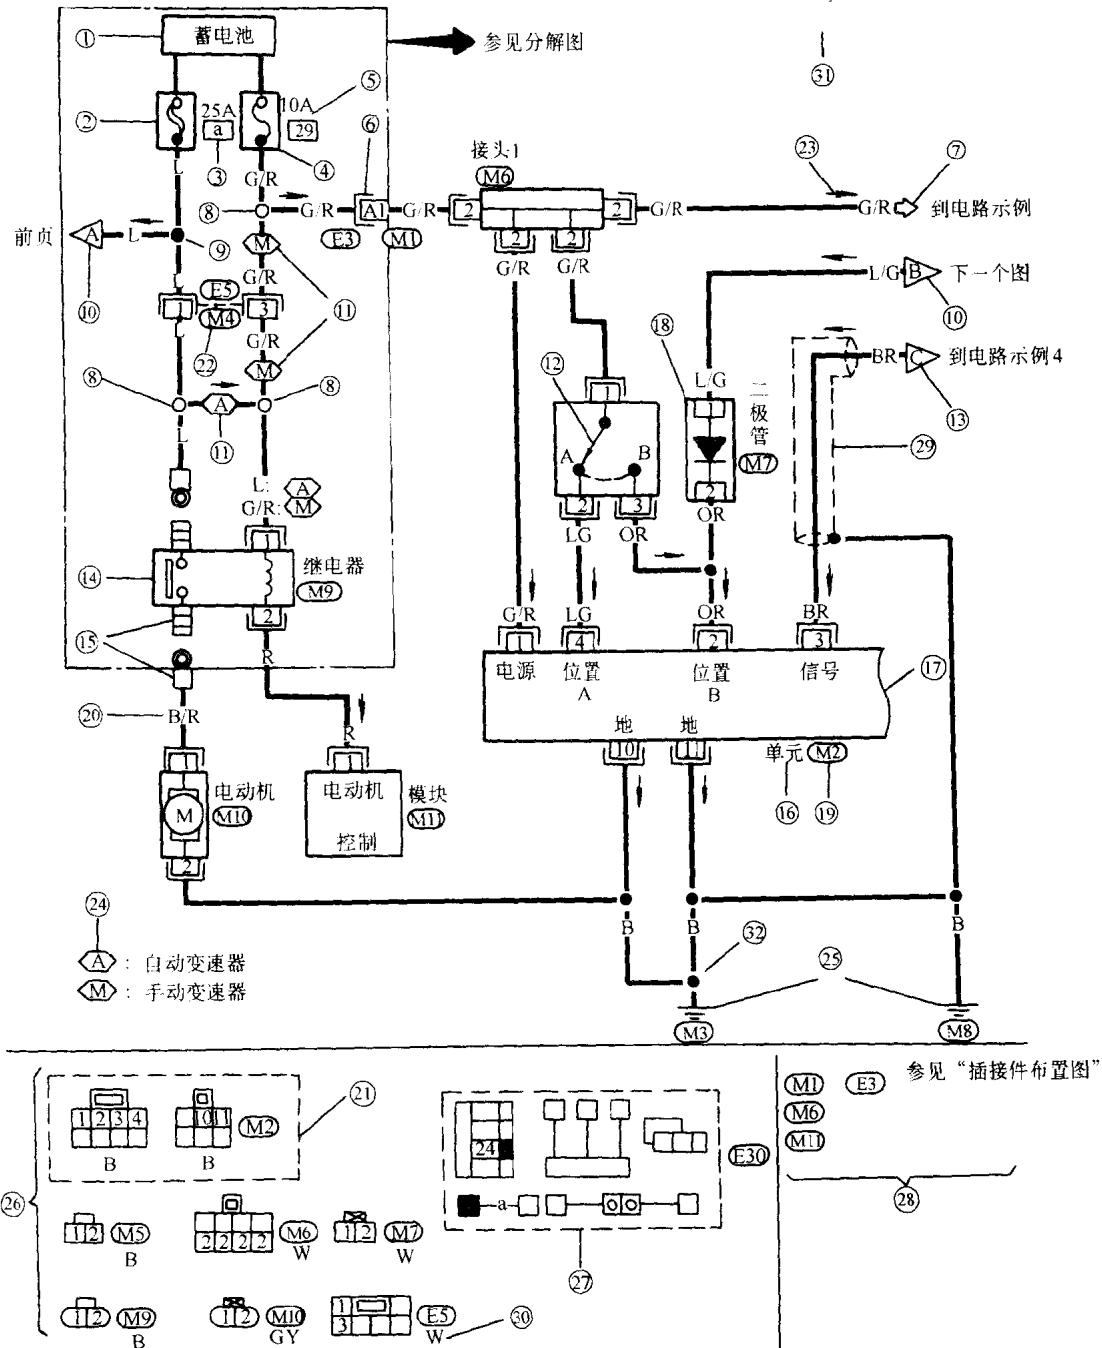
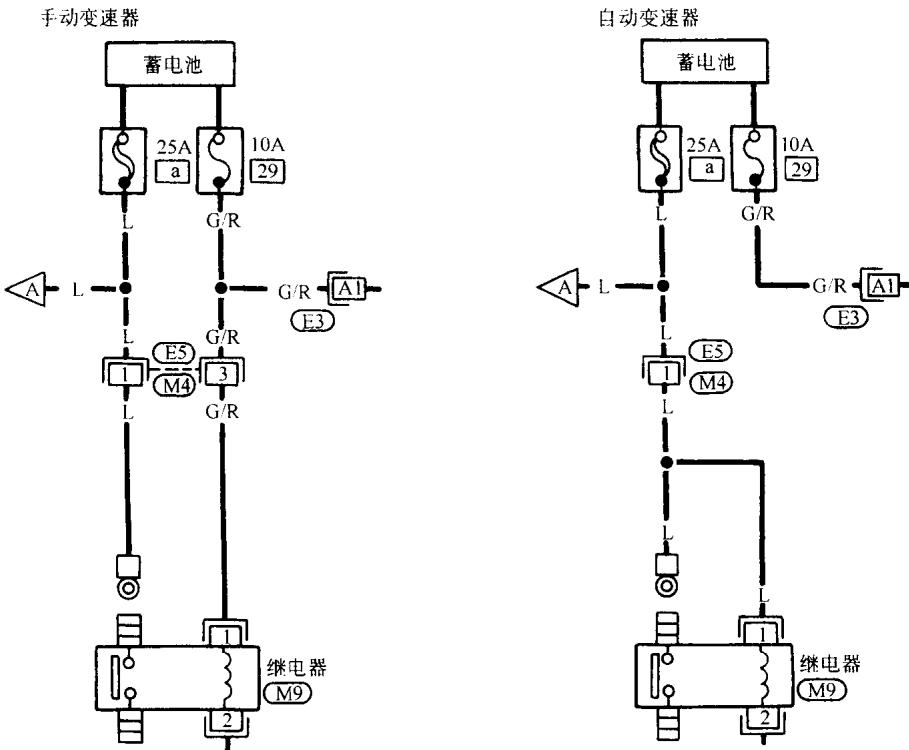

图 0-1 发动机冷却风扇继电器控制电路图
图 0-2 图 0-1 中箭头所指的分解图
(1) 搞清电路图中符号、图形和代号所表示的意义 图 0-1 和图 0-2 所示是电源系统控制电路及其分解图。电路图中的图形和符号的说明列于表 0-3 中。